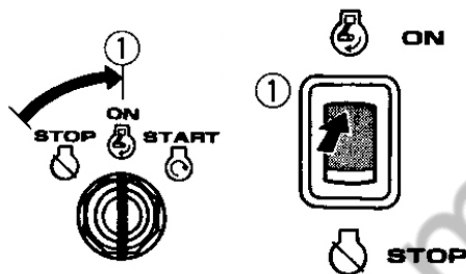

Рис.12
2. Переведіть перемикач запалювання двигуна в положення ON («УВІМК.»)(Рис.12).
6. Переведіть важіль повітряної заслінки карбюратора в положення OFF («ВИМК.») (Рис. 12).